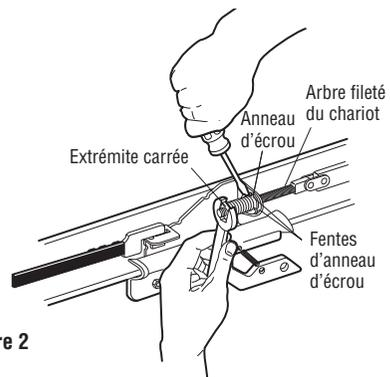

Figure 2
2. Insérer le bout d'un tournevis dans l'une des fentes pour bague et le tenir contre le chariot (Figure 2).